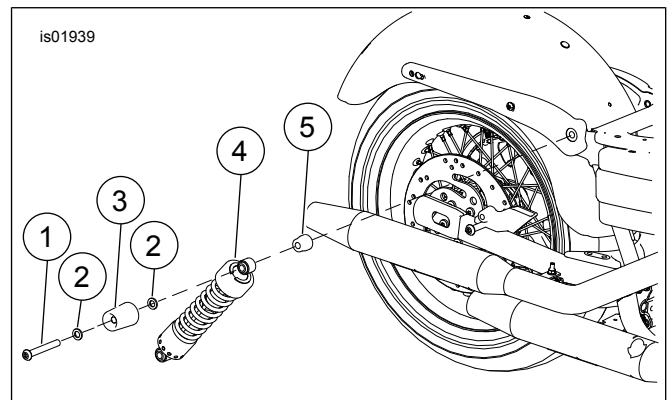

Figura 1. Extracción de los amortiguadores traseros de fábrica
1. Vea la Figura 1. Quite ambos pernos de montaje, superior (1) e inferior. Deseche todos los pernos, el espaciador de fábrica del amortiguador (5), todas las arandelas (2) que se usan en el perno superior del amortiguador y deseche la cubierta cromada superior del amortiguador (3) en los modelos equipados con cubiertas superiores del amortiguador.